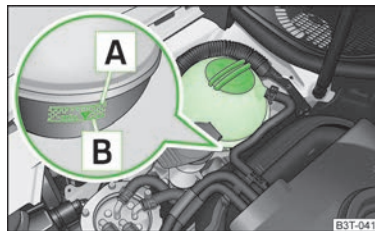

Fig. 117
Pentru completare, vă recomandăm să utilizați numai antigetul a cărui denumire o găsiți pe vasul de expansiune al lichidului de răcire » fig. 117 la pagina 140.
- Verificați nivelul lichidului de răcire la vasul de expansiune al lichidului » fig. 117. Când motorul este rece, nivelul lichidului de răcire trebuie să se afle între marcasele **B** (min.) și **A** (max). Când motorul este cald, nivelul lichidului de răcire poate fi și puțin peste marcajul **A** (max).
- Aplicați o lavetă pe capacul vasului de expansiune al lichidului de răcire » fig. 117 la pagina 140 și deșurubați cu grijă capacul.
Nu adăugați lichid de răcire peste marcajul **A** (max.) » fig. 117 la pagina 140! La încălzire, surplusul de lichid de răcire este împins din sistemul de răcire prin supapa de suprapresiune din capacul vasului de expansiune.